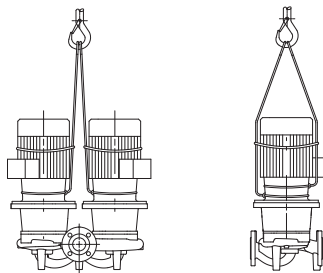

Fig. 7: Transport av pumpen
- Lyftöglorna på motorn är endast till för att rikta lasten (fig. 7).